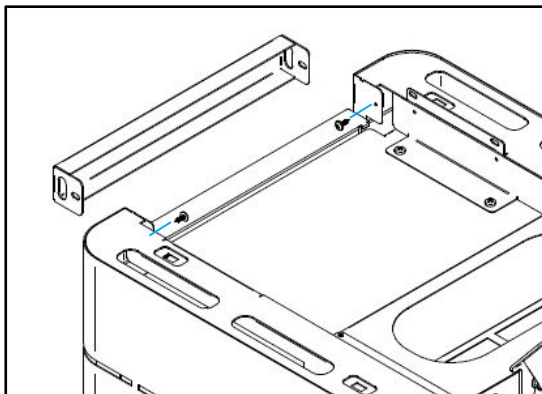

Figure 24 - Fixation frontal sur le modèle K200
f) Pour le modèle K200, il est encore nécessaire de placer le front qui est venu avec la machine. Vous devez utiliser 2 vis du kit comme indiqué dans la figure 24.